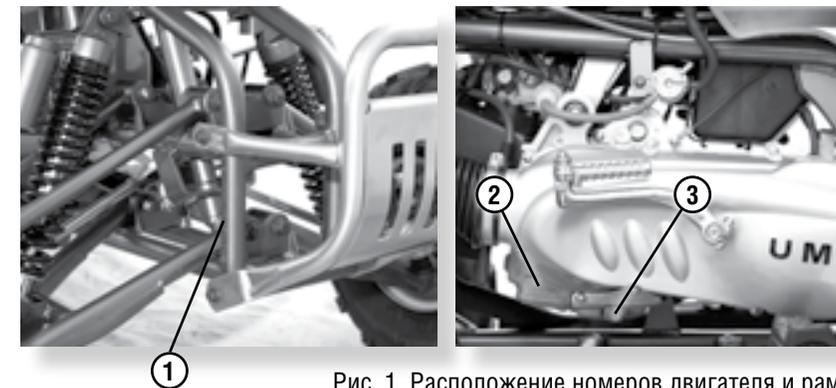

Рис. 1. Расположение номеров двигателя и рамы
2. Соответствие номеров рамы и двигателя на мотовездеходе с занесенными в раздел 6 (информация об изделии) «Сервисной книжки». Номер рамы отштампован на правой стороне передней части рамы (рис. 1, поз. 1); серийный номер двигателя отштампован на левой стороне нижней части картера двигателя (рис. 1, поз. 2).